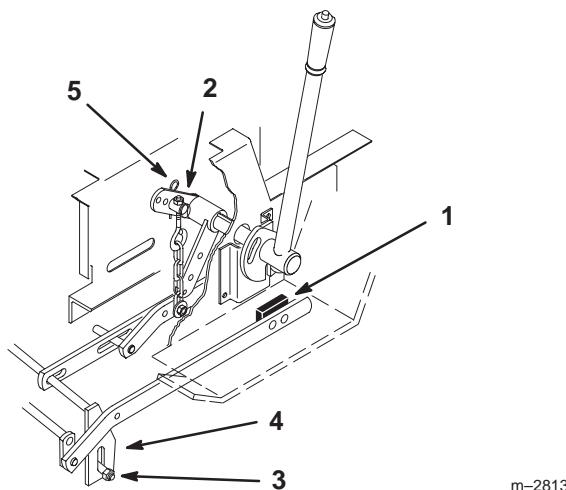

Figure 18
4. Si les pare-chocs ne touchent pas les repose-pieds, réglez la chaîne de levage en tournant l'écrou sur le boulon à œil dans le trou arrière du dispositif de levage du tracteur (Fig. 18). Tournez l'écrou dans le sens horaire pour éléver le plateau de coupe et dans le sens anti-horaire pour l'abaisser.